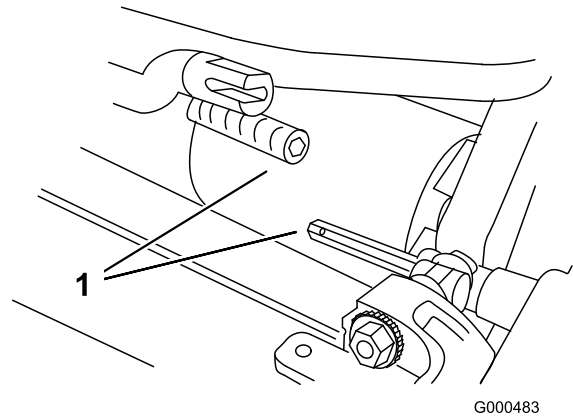

Bild 49
6. Ziehen Sie das Mähwerk ungefähr 51 mm nach vorne und dann nach rechts, um die Getriebekupplung auszukuppeln (Bild 49).